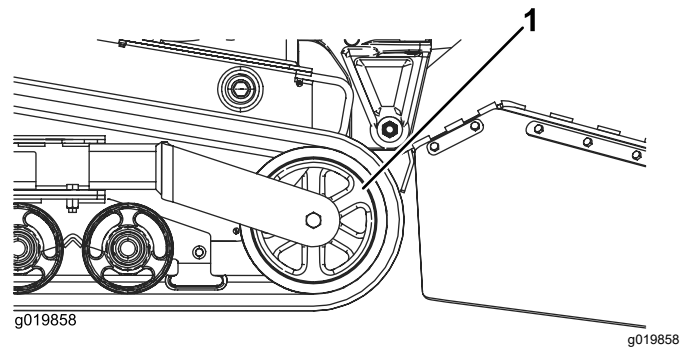

Figura 47
5. Împingeți roata de tensionare spre spate cât mai mult posibil (Figura 47).
7. Când enila a fost scoasă de pe roata de tensionare, îndepărtați-o de pe maină (Figura 47).